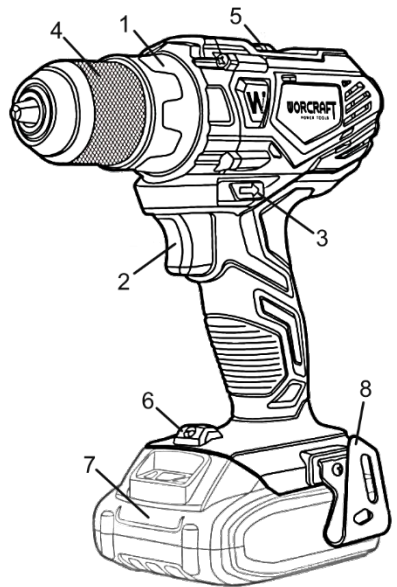

Рисунок 1
4.1.3 Встановіть необхідний крутний момент за допомогою кільця регулятора моменту затягування (1) (див. рисунок 1).
4.3 Для ввімкнення виробу натисніть на клавішу вимикача (2) (рисунок 1). Для вимкнення виробу слід клавішу відпустити. Регулювання швидкості обертання патрону здійснюється ступенем натискання на клавішу вимикача.